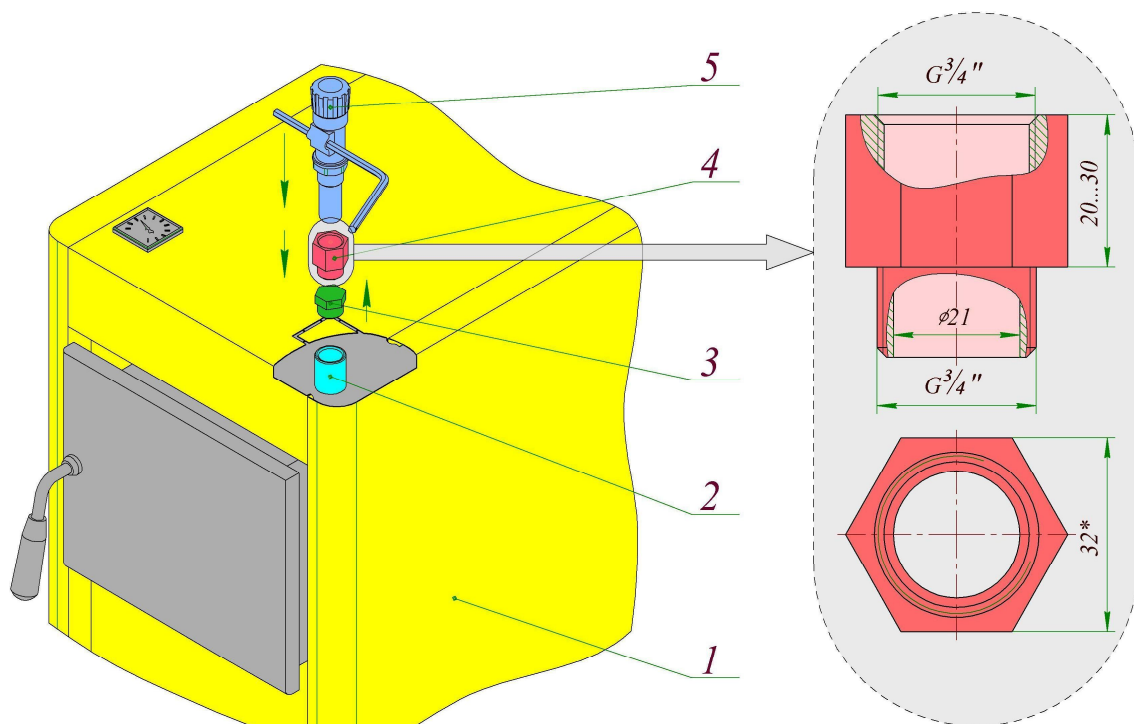

Рис.12. Монтаж тягорегулятора:
6.7.1. Тягорегулятор. Монтаж и настройка тягорегулятора ведется в соответствии с паспортом (прилагается в комплекте) и рис.12. Патрубок для соединения тягорегулятора $G\frac{3}{4}$ " находится на верхней стенке теплообменника. Место его расположения можно определить по дополнительным просечкам в правом переднем углу крышки облицовки. Перед установкой тягорегулятора, необходимо слить воду, проделать отверстие по дополнительным просечкам в крышке облицовки, убрать заглушку $G\frac{3}{4}$ ", установить удлинитель резьбы и тягорегулятор. Необходим удлинитель 20-30 мм с внутренне-внешней резьбой $G\frac{3}{4}$ ". Далее произвести настройку согласно паспорту на тягорегулятор.